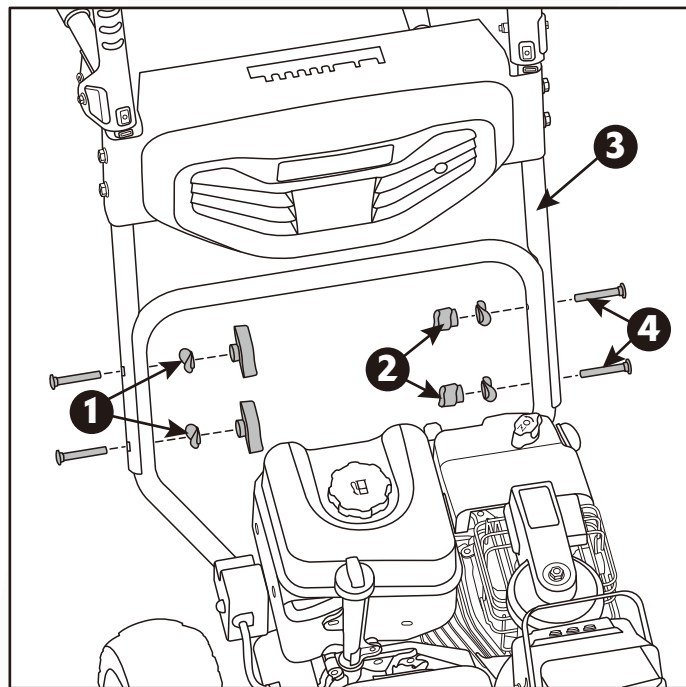

Figura 2D
- Conecte el ensamblaje del panel de control al ensamblaje del mango inferior con pernos, arandelas y perillas de bloqueo. (Figura 2D)